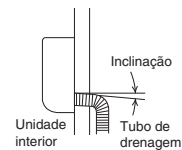

Fig. 3-105
- O tubo de drenagem deve estar num declive para fora. (Fig. 3-105)